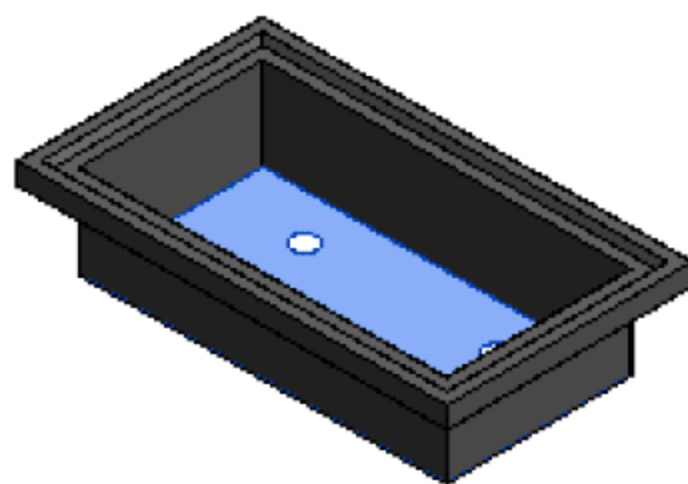

图 8.2.40 水池底板效果图
(8) 编辑可见性并添加材质。首先，选中水池底板板图元，在“属性”面板中编辑“可见性/图形替换”选项，取消“平面/天花板平面视图”复选框的选择，单击“确定”按钮。其次，添加水池底板的材质，选择“不锈钢”类型，单击“确定”按钮，如图 8.2.40 所示。